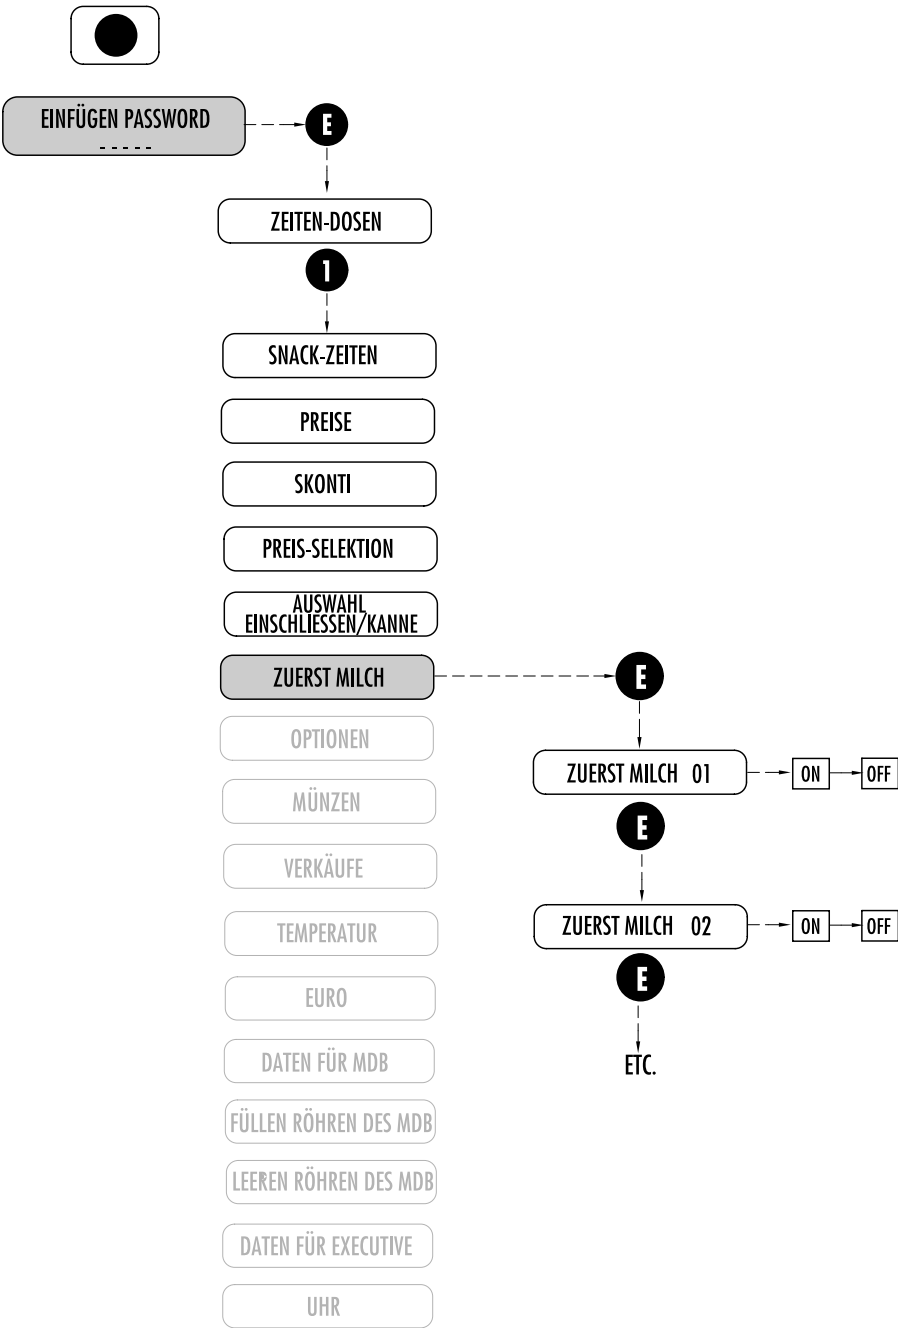

Fig. 7.10
7.2.7 ZUERST MILCH (Abb. 7.10)